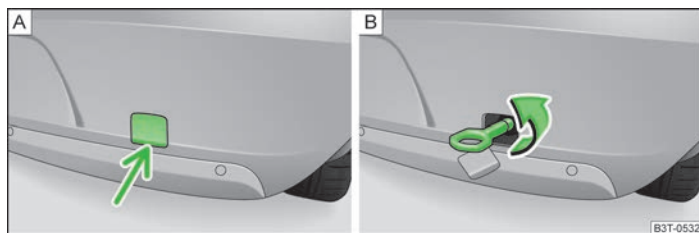

Fig. 182 Paragolpes trasero: Desmontaje de la caperuza protectora/montaje de la argolla de remolque
- Presionar la parte inferior de la caperuza protectora en el paragolpes trasero » fig. 182 - **A** y extraerla.
- Atornillar la argolla de remolque hacia la izquierda hasta el tope » fig. 182 - **B**, y tirar de ella lo más firmemente posible. Para fijar la argolla recomendamos utilizar p. ej. la llave para rueda, la argolla de remolque de otro vehículo u otro objeto parecido que se pueda pasar por la argolla.